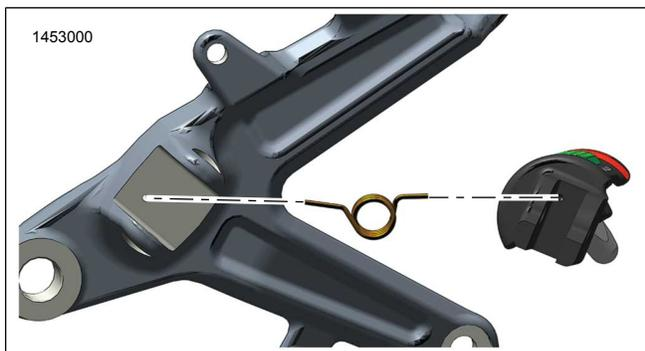
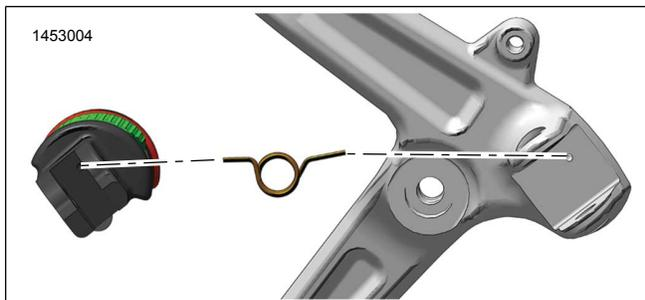

Figura 5. Orientación del resorte de retorno - lado derecho
Figura 6. Orientación del resorte de retorno - lado izquierdo
2. Consultar Figura 5 o Figura 6 . Coloque el resorte de retén (B) en el conjunto de taco apoyapiés.